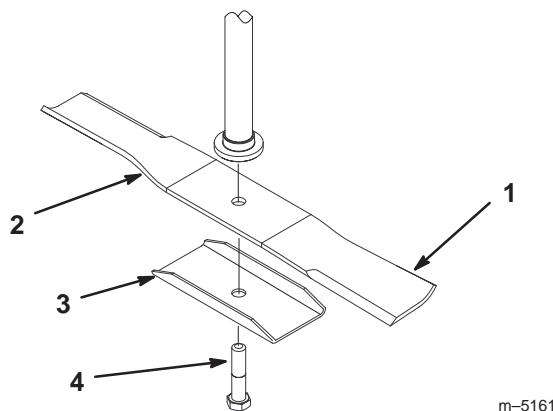
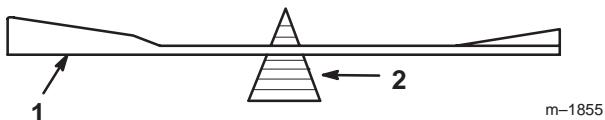

Figure 35
Figure 37
Tenez la lame à son extrémité avec un chiffon ou un gant épais. Enlevez de l'axe le boulon de lame, le renfort et la lame (Fig. 35).
2. Vérifiez l'équilibre de la lame en la plaçant sur un équilibrEUR (Fig. 37). Si la lame reste horizontale, elle est équilibrée et peut être utilisée. Si la lame est déséquilibrée, limez un peu l'extrémité de la partie incurvée seulement (Fig. 35). Répétez la procédure jusqu'à ce que la lame soit équilibrée.
1. Placez la lame sur l'axe (Fig. 35).
2. Installez le renfort et le boulon de fixation (Fig. 35). Serrez le boulon de lame à 108–136 Nm (80–100 pieds-livre).